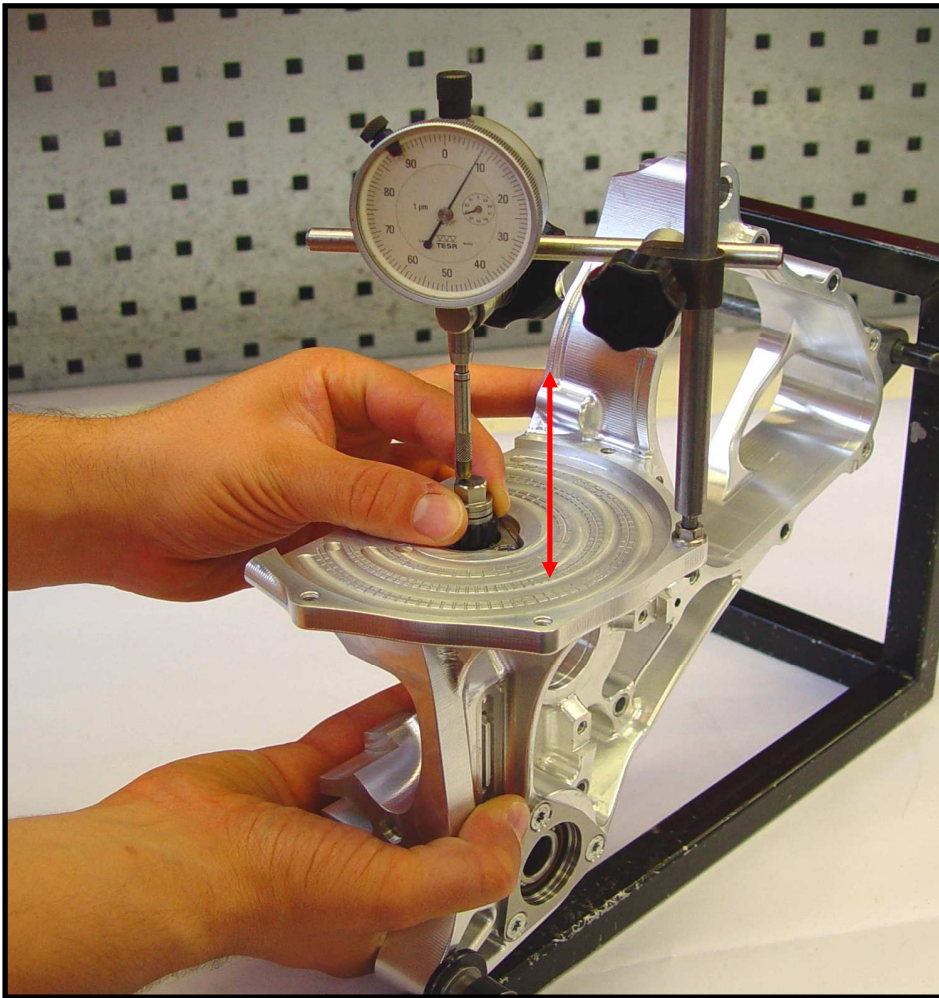

Fig. 21
6.4) Con un comparatore millesimale misurare lo spostamento assiale dell'alberino praticando una leggera forza da ambo i lati dell'alberino (ordine di grandezza: 1 Kg nei due sensi). **(Fig. 21)**